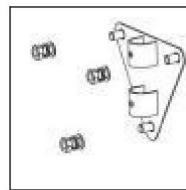
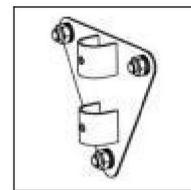

Figure 3.
Figure 4.
- 3). Installez le panneau mural (2) sur le mur et verrouillez trois écrous (3). Vous pouvez vous devez utiliser une petite clé. Voir la (Fig.3.)(Fig.4.)